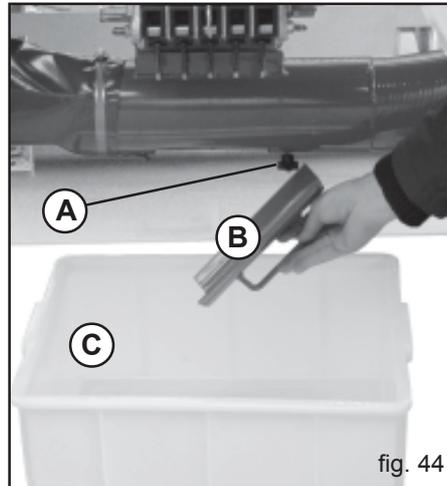
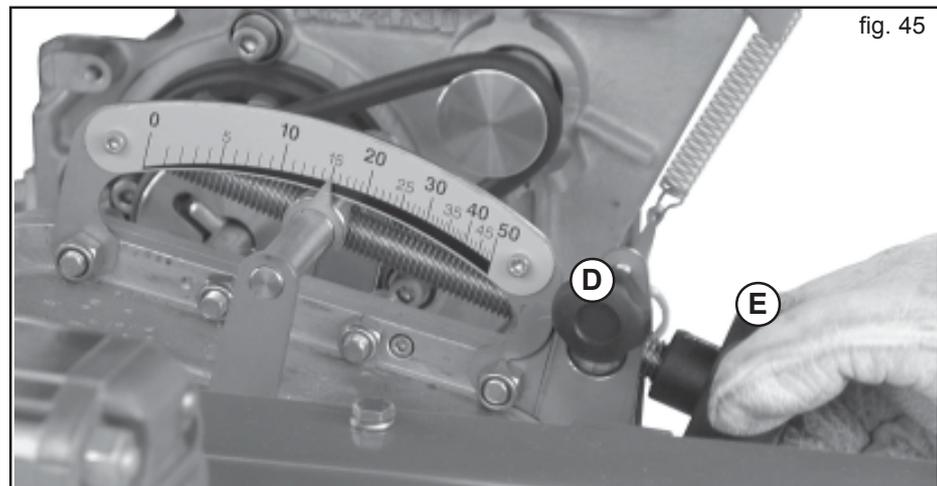

fig. 44
fig. 45
- 2) Den Backenknochen lösen (A, Abb. 44) und die Luke (B) entfernen.
- 3) Abdrehwanne unter den Auslauf stellen (C).
- 4) Loesen Sie die Feststellschraube an der Getriebeverstellung und (D, Abb.45) bringen Sie durch Drehen an der Getriebeverstellung den Skalenzeiger in die gewuenschte Position (E, Abb. 45).
- 8) Nach erfolgter Abdrehprobe die Verstellspindel mit der Feststellschraube wieder sichern (Abb. 45).